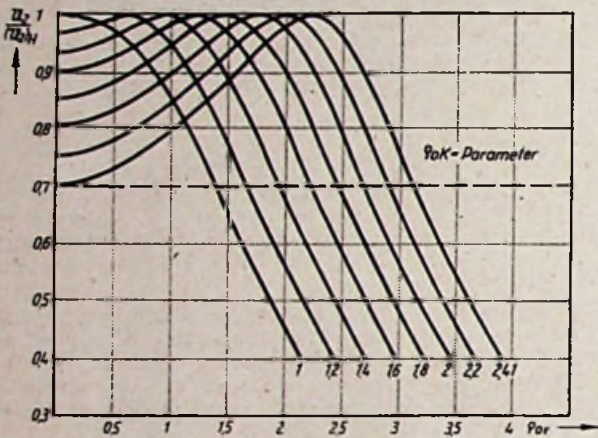

Abb. 4
Für die grafische Darstellung (Abb. 4) benutzt man die relative Form, indem man (9) durch (12) dividiert.